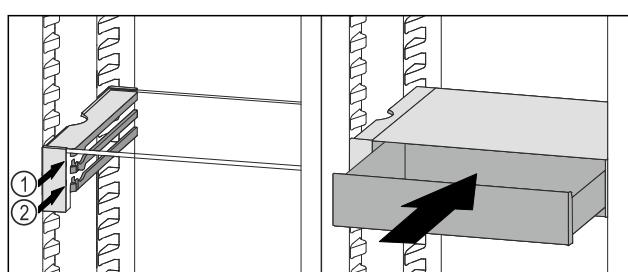

Fig. 108
- Установите выдвижной ящик VarioSafe за стопоры на требуемый выступ *Fig. 108 (1)* или *Fig. 108 (2)*.